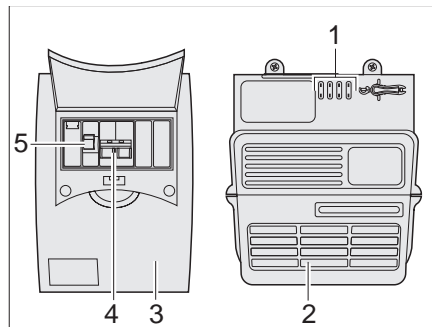

Bild 94 Transformatornhet och automatsäkring
230 V-automatsäkring (Bild 94,3) är monterad bredvid transformatornheten (Bild 94,2).
I säkringslådan (Bild 94) finns huvudsäkringen (Bild 94,4) och en jordfelsbrytare (Bild 94,5).
Jordfelsbrytaren (Bild 94,5) mäter strömflödet från strömtillopps- och returledningen. Om det är en jämvikt mellan de båda ledningarna aktiveras inte jordfelsbrytaren. Om det uppstår en differens mellan ledningarna avbryter brytaren strömflödet omedelbart. På så sätt förhindras farliga strömolycsfall.
- Tryck huvudbrytaren (Bild 94,4) uppåt till läge "ON".
- Tryck jordfelsbrytaren (Bild 94,5) uppåt till läge "ON".